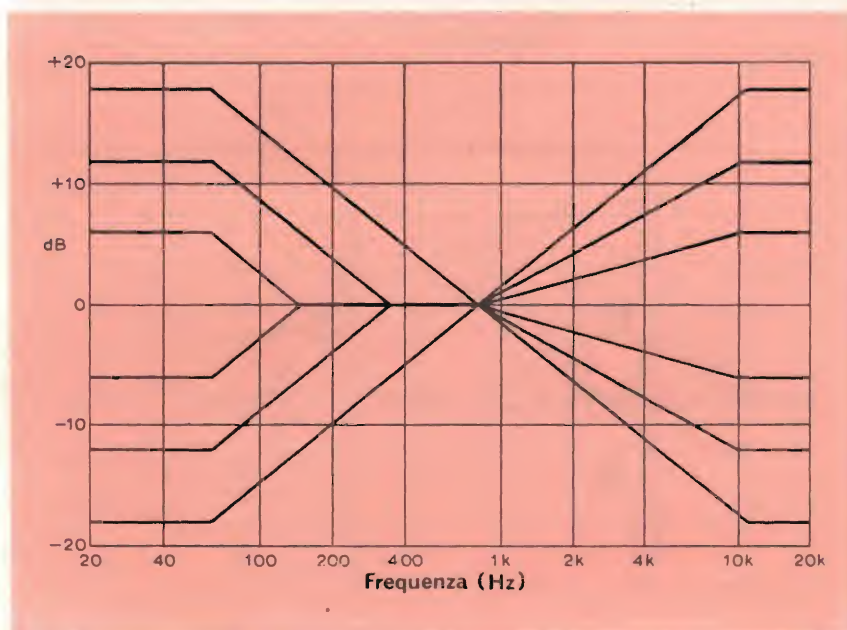

Fig. 1 - Tipica risposta in frequenza di un controllo di tono Baxandall classico.
**L'**articolo descrive una modifica al circuito Baxandall classico, che ne aumenta le prestazioni pur mantenendo quasi inalterata la semplicità. Il circuito classico presenta lo svantaggio fondamentale degli effetti maggiori agli estremi della gamma audio. (fig. 1).
Per esempio: se è richiesta una amplificazione di 6 dB a 4 kHz si deve contemporaneamente ammettere una amplificazione di 18 dB a 16 kHz. Inoltre la frequenza d'intervento del controllo sui toni bassi dipende dalla posizione del potenziometro stesso, mentre ciò non avviene per i toni alti. Questo effetto è visibile nel grafico di fig. 1 e le ragioni a cui è dovuto possono essere capite esaminando la fig. 2, che mostra lo schema del circuito classico.